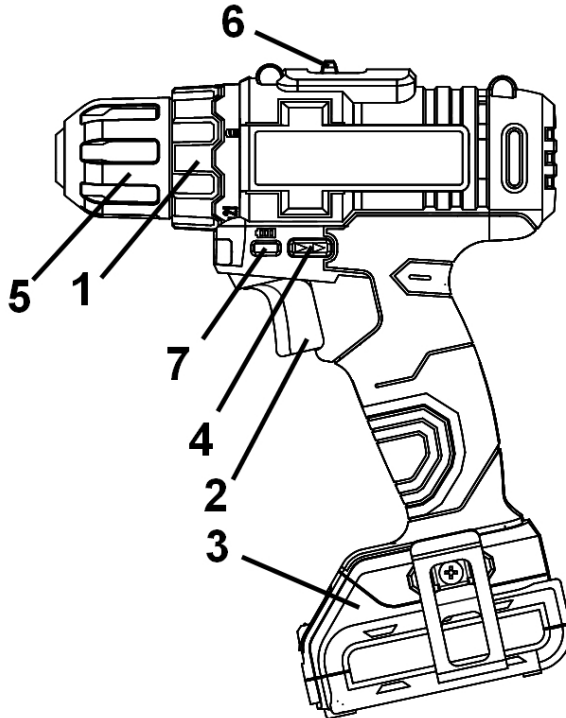

Рисунок 1
4.1.3 Встановіть необхідний крутний момент за допомогою кільця регулятора моменту затягування (1) (див. рисунок 1).
4.3 Для ввімкнення виробу натисніть на клавішу вимикача (2) (рисунок 1). Для відключення виробу слід відпустити клавішу. Регулювання швидкості обертання патрона здійснюється ступенем натискання на клавішу вимикача.